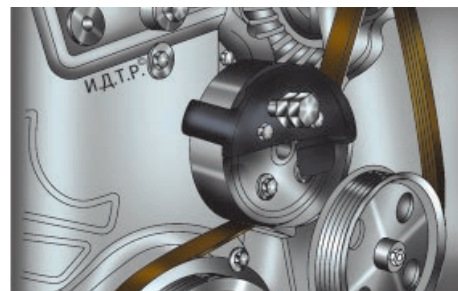

Рис. 5.13. Установка на шкив водяного насоса приспособления для монтажа ремня привода вспомогательных агрегатов
7. Установите новый ремень привода вспомогательных агрегатов на шкивы коленчатого вала, водяного насоса и насоса гидроусилителя рулевого управления таким образом, чтобы ремень находился на центральной части ручьев шкивов. Установите приспособление на шкив водяного насоса в положение, показанное на рис. 5.13, нажав на него до щелчка, означающего фиксацию приспособления на шкиве.